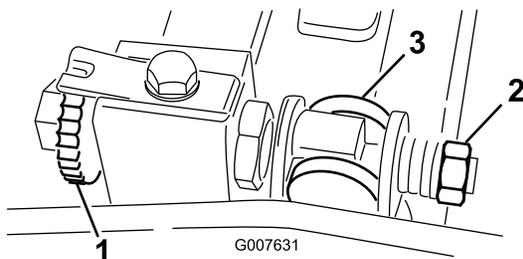

Figura 54
1. Gire el tornillo de ajuste de la barra de asiento, en sentido antihorario, para alejar la contracuchilla del molinete (Figura 54).
2. Afloje la tuerca de tensado del muelle hasta que el muelle deje de presionar la arandela contra la barra de asiento (Figura 54).